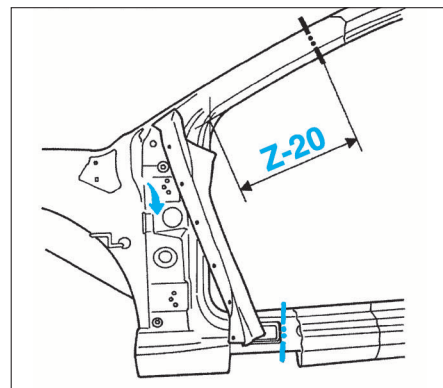

FIG. 44
- Tracer, puis découper à l'aide d'une meule assiette ou d'une scie (2).
- Au niveau du bas de caisse et du montant de baie, découper la doublure de pied de caisse (Fig.44).